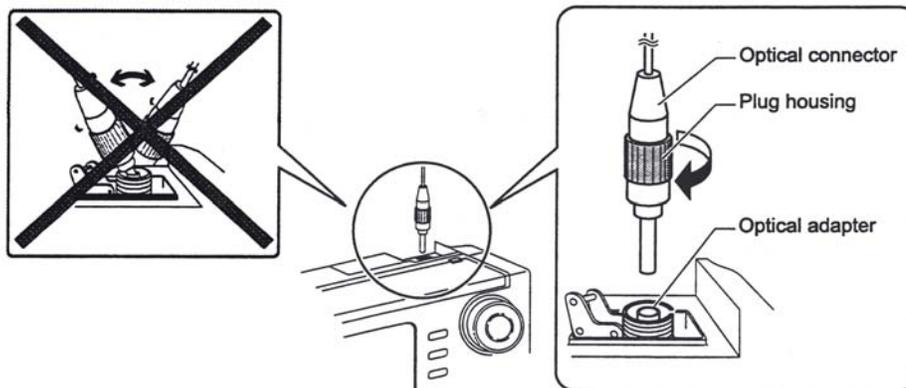

Figura 3 – Inserção correcta do conector óptico.
I – Inserção do conector óptico (ver figura 3)
- iii. Inserir o conector óptico no adaptador de modo que a sua saliência lateral encaixe perfeitamente na ranhura do adaptador. Assegurar que a inserção é efectuada muito lentamente e na vertical, conforme esquematizado na figura 3. Se o conector estiver inclinado lateralmente e a sua inserção for forçada, o adaptador óptico pode ser danificado, bem como a “ferrule” do conector óptico.